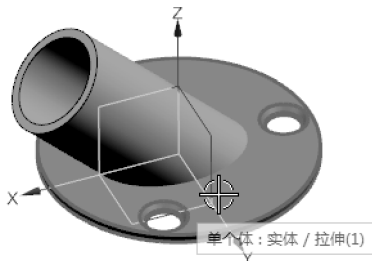

图 3-79 选择修剪目标体
- 11 在【修剪体】对话框没有关闭的情况下，按信息提示继续选择底座作为目标体，如图 3-79 所示。